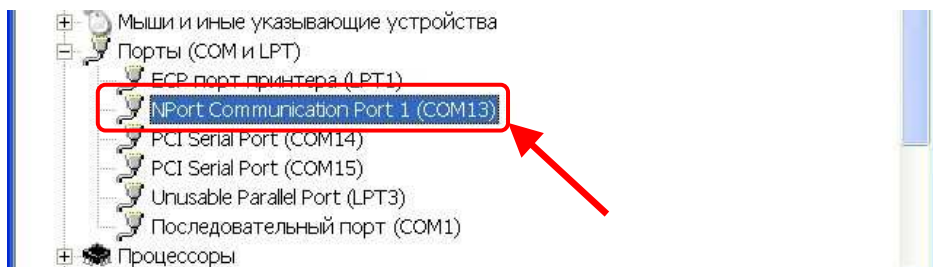
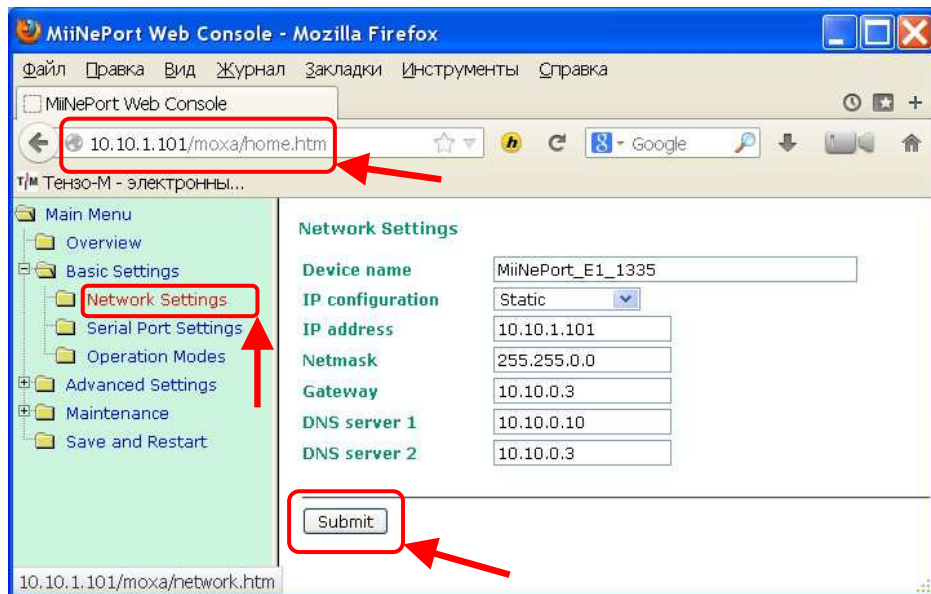

Рис.16 .8. Список COM портов в диспетчере устройств Windows.
Рис. 16.9. Консоль управления «MiiNePort Web Console», сетевые установки.
16.10. Не закрывая утилиту «NPort Windows Driver Manager», в адресной строке обозревателя Internet наберите IP адрес добавленного порта (в нашем случае — «10.10.1.101», см. Рис.16 .7, стр.32), войдите в консоль управления «MiiNePort Web Console» и перейдите в пункт меню «Basic Settings\Network Settings» (см. Рис. 16.9).
- если выбран статический способ получения адреса (как на Рис. 16.9), установите также остальные параметры: IP адрес («IP address»), маску подсети («Netmask»), шлюз («Gateway»).
16.12. После установки сетевых параметров нажмите на кнопку «Submit» («подтвердить», см. Рис. 16.9).